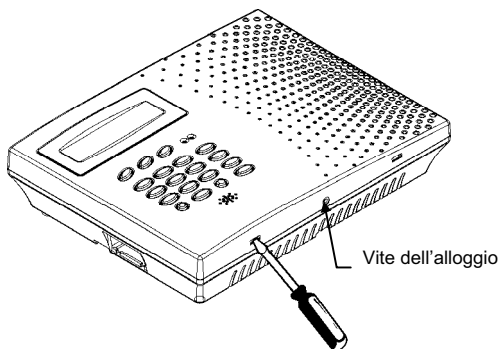

Figura 2.4: Aprire l'alloggio
3. Premere con prudenza le linguette di sgancio tramite un cacciavite, come indicato nella figura 2.4.
7. Collegare il cavo piatto piccolo tra il PCB (5) del GSM800 ed il PCB del pannello di comando (circuito principale).